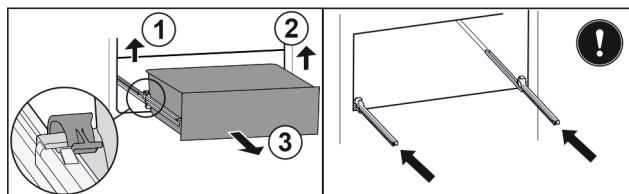

Fig. 79
- ▶ Lyft vänster klämma och dra samtidigt utdragslåda till vänster framåt. Fig. 79 (1)
- ▶ Lyft höger klämma och dra samtidigt utdragslåda till höger framåt. Fig. 79 (2)
- ▶ Ta ut utdragslåda genom att dra den framåt. Fig. 79 (3)